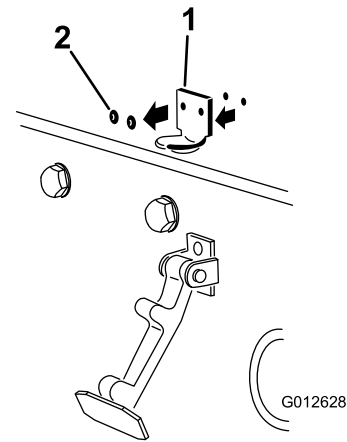

Figura 13
2. Retire los 2 remaches que sujetan el cerradero del capó al capó (Figura 13) y retire el cerradero del capó.